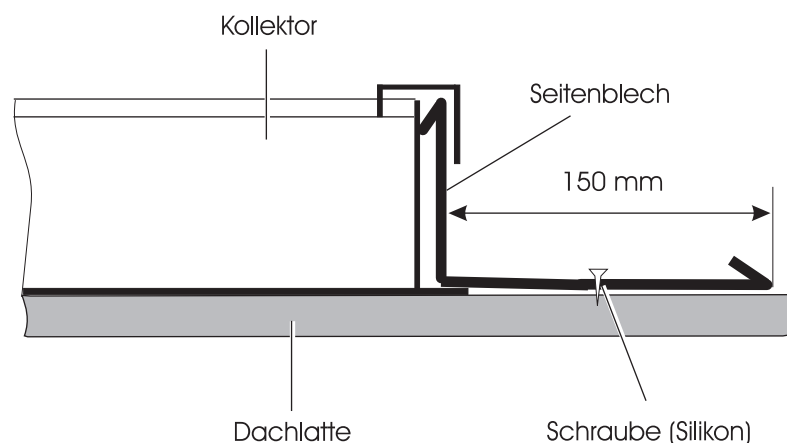

Bild 6: Montieren des Seitenblechs
8. Befestigen Sie die Seitenbleche mit Holzschrauben 6 x 40 an den Dachlatten (siehe Bild 6).